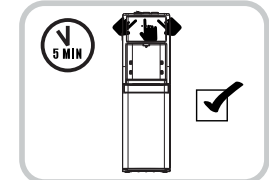

Fig.2
5. Branchez le distributeur à la prise électrique. Veuillez lire au préalable les CONSIGNES DE SÉCURITÉ IMPORTANTES et les DIRECTIVES D'INSTALLATION. L'appareil va commencer à remplir les réservoirs d'eau chaude et d'eau froide (compter environ 5 minutes). Laissez l'eau reposer dans les réservoirs d'eau chaude et d'eau froide pendant 5 minutes. Appuyez sur chaque bouton de robinet d'eau (température chaude et froide) pour s'assurer que l'eau circule à travers l'appareil. (Fig.2)